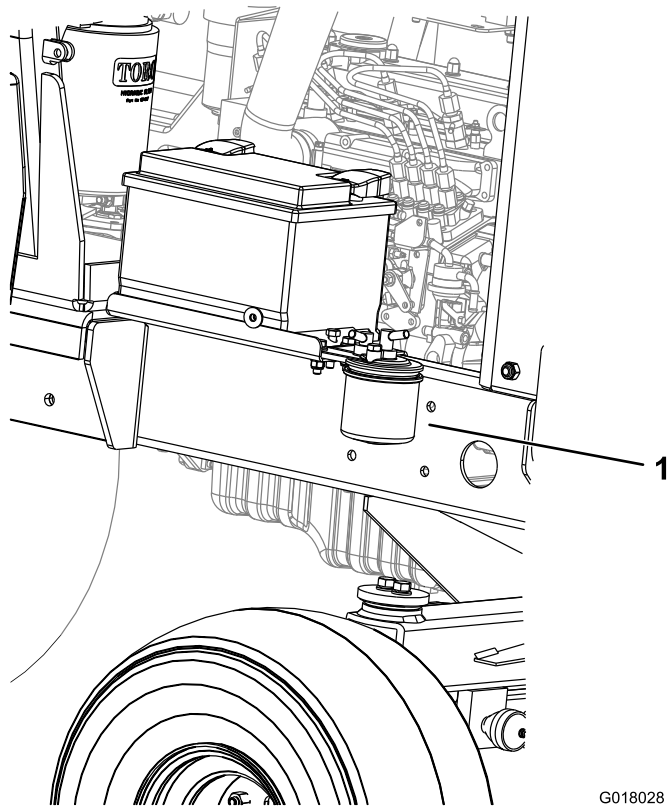

Bild 54
1. Stellen Sie einen sauberen Behälter unter die Kraftstofffilterglocke (Bild 54).